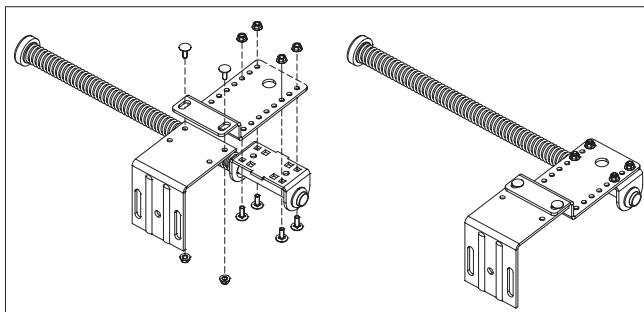

Рис. 46.1
- Собрать узел пружинного демпфера (рис. 46.1). Детали узла закрепить при помощи 6 болтов M6×16 с полукруглой головкой и гаек с буртиком.